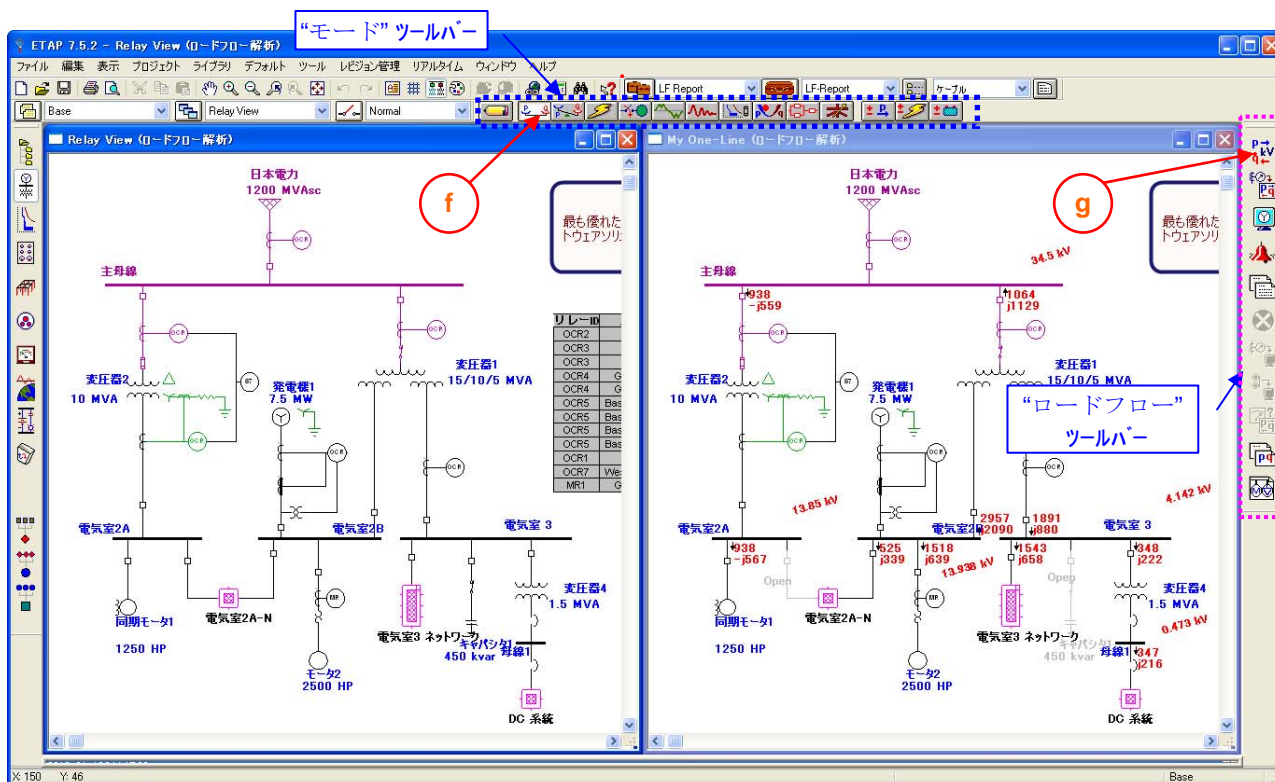

図 2
- “My One-Line” ダイアグラムのウィンドウをアクティブにして、アイコン をクリック、ロードフロー スタディ モードを有効にします。図 2 参照
- 右側の“ロードフロー” ツールバーでアイコン をクリックし、ロードフローを実行します。“出力レポートファイル名”を入力して（このままで良い => 結果が上書きされます）、“OK” ボタンをクリックします。単線結線図に“Stage 1” のシステム構成に基づくロードフローの結果が表示されます。図 2 参照